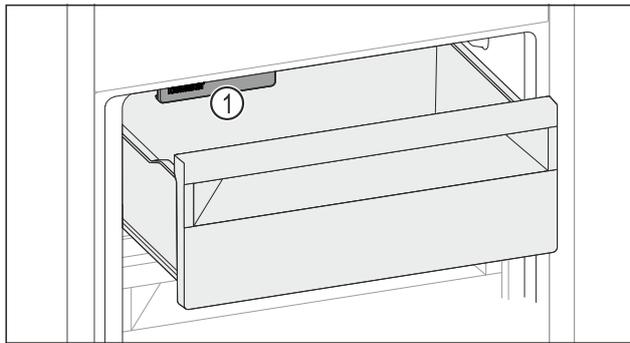

Fig. 111
- tener en cuenta el IceMaker Fig. 111 (1).